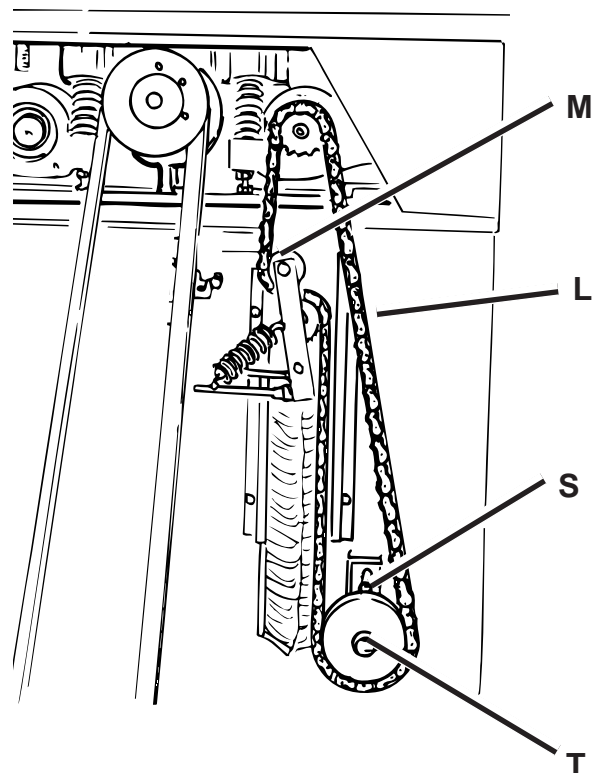

Fig. 4.1.3
Verificare periodicamente il tensionamento della catena M fig. 4.1.3. Allentare entrambe le viti S premere verso il basso la puleggia T indi serrare le viti S. La catena però non deve risultare tesa. Il tratto L deve poter oscillare nel senso della freccia per almeno 10mm.
Periodically check to see whether the chain (M, fig. 4.1.3) is sufficiently tight. Loosen both the screws (S), press the pulley (T) down and then tighten the screws (S). However, the chain must not be too tight. In fact, section L must be able to move at least 10 mm in the direction of the arrow.
Verificar periódicamente el tensionamiento de la cadena M fig. 4.1.3. Aflojar los tornillos S oprimiendo hacia abajo la polea T, entonces apretar los tornillos S. La cadena no debe resultar tirante. El tramo L debe poder oscilar en el sentido de la flecha por al menos 10 mm.
Verificar periodicamente a tensão existente na corrente M fig.4.1.3. Desapertar ambos os parafusos S empurrar para baixo a polia T e então fechar os parafusos S. A corrente não deve no entanto demonstrar estar tesa. A parte de trajecto L deve poder oscilar no sentido da seta, pelo menos 10mm.